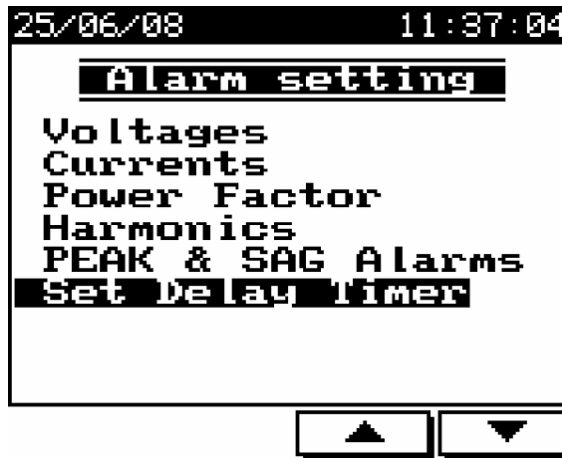

Рис. 6.1
2. Нажмите «Enter». На дисплее отобразится меню установки сигнализации (рис. 6.1):